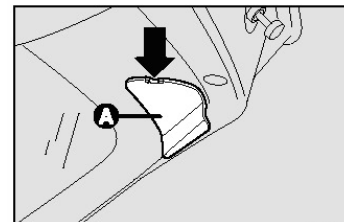

рис. 31
- Снять крышку **A** – **рис. 31** нажав отверткой в точке указанной стрелкой;
□ Закрывать дверцу **А – рис.31**
□ Снять крышку **А – рис. 31** нажав отверткой в точке указанной стрелкой;
□ Закрывать дверцу **А – рис.31**.